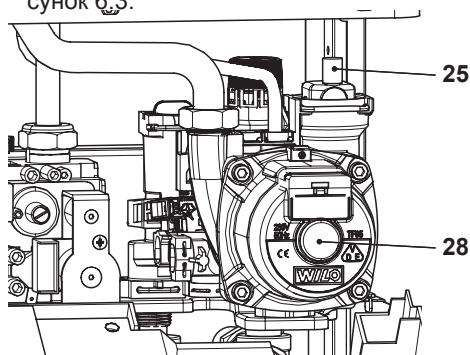

Рисунок 6.3
- Поднимите пробку автоматического воздуховыпускного клапана 25, см. Рисунок 6.3.
- Снимите пробку 28, см. Рисунок 6.3, и разблокируйте насос, провернув ротор отверткой.